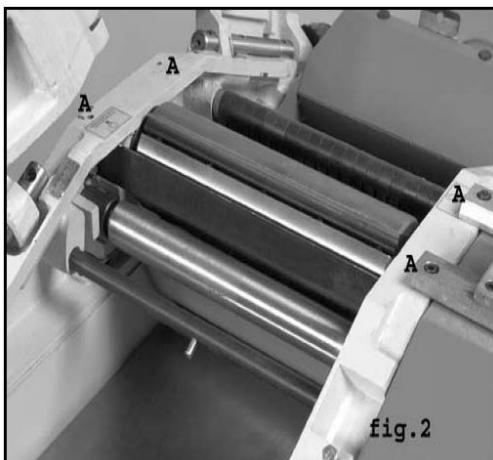
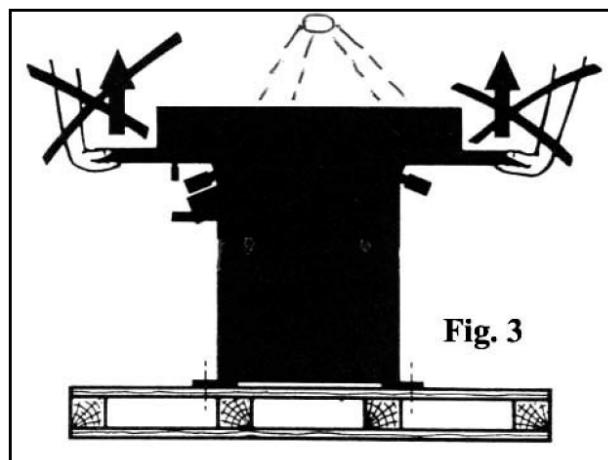

fig.2
Fig. 3
- Fissare sulla parte superiore i quattro golfari di trasporto che permetteranno di sollevare la macchina senza danneggiare le tavole (**Fig.2**) et (**Fig.3**).